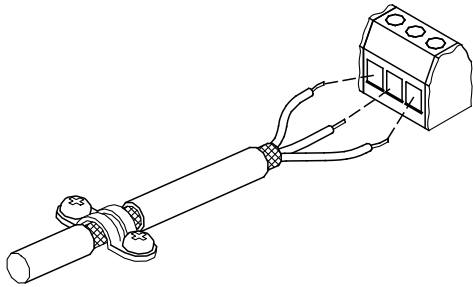

Рис. 11 Зачищенный кабель с экраном и проводными соединениями
- Экраны кабелей подключаются к корпусу с обоих концов посредством правильно выполненных соединений. Экраны должны быть максимально близко к клеммам. См. рис. 11.